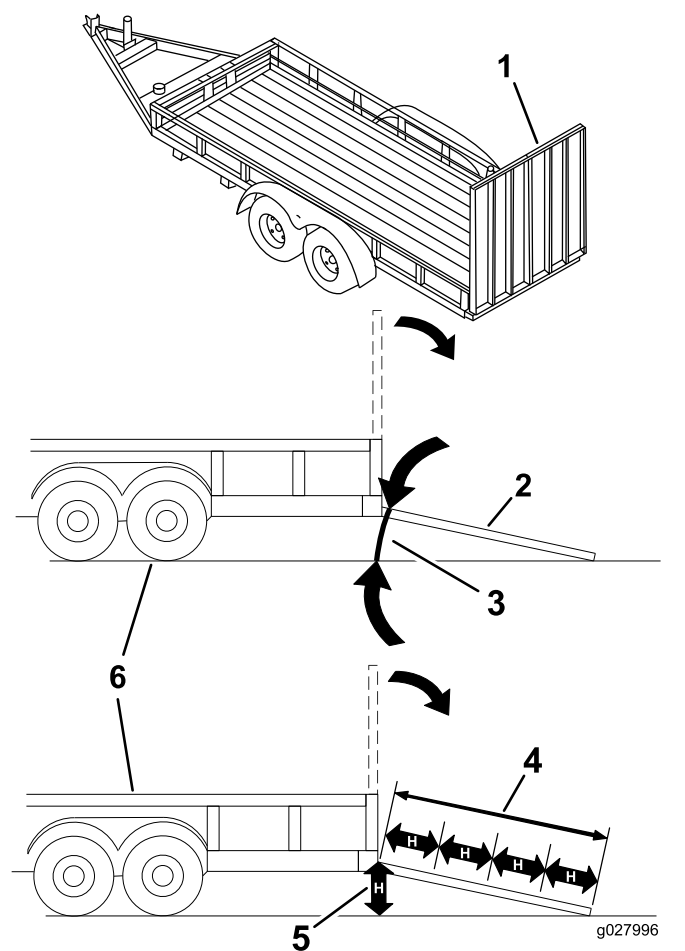

Figure 25
Le chargement de la machine sur une remorque ou un camion augmente le risque de basculement et donc de blessures graves ou mortelles (**Figure 25**).
3. Abaissez la rampe pour que l'angle avec le sol ne dépasse pas 15 degrés (Figure 25).
1. Abaissez la rampe pour que l'angle avec le sol ne dépasse pas 15 degrés (Figure 25).